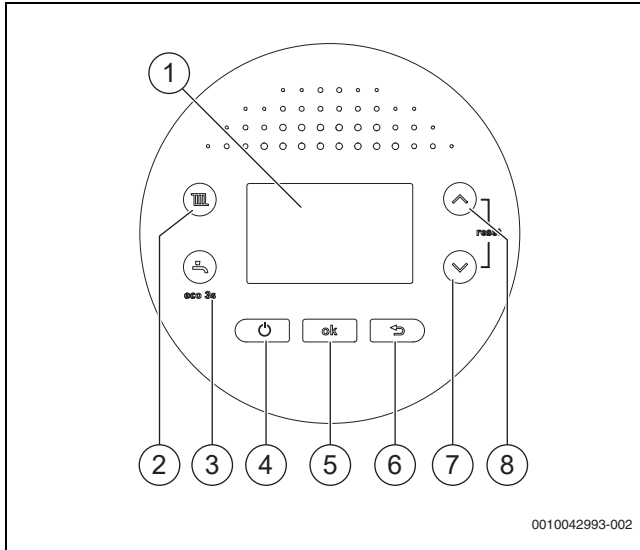

Fig. 1 Panoramica del pannello di comando
- Spegner l'apparecchio con il tasto (→ fig. 1).